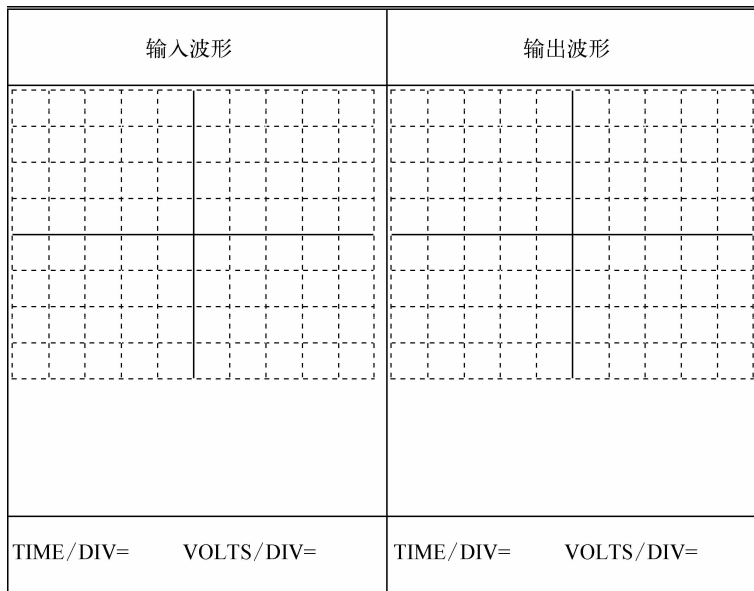

图 1-2-9 测试输入、输出波形图
b. 由桥式整流电路输出的脉动直流电压加到电路输出端，用示波器同时观察输入和输出波形，在坐标纸上画出此时的输入和输出电压波形(图 1-2-9)。